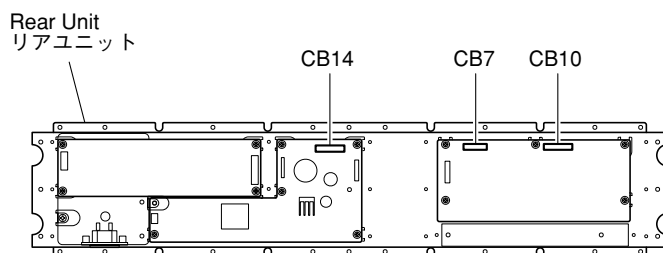

Fig. 3
- Remove CB7, CB10 and CB14. (Fig. 3)
- コネクタ CB7、CB10、CB14を外します。(Fig. 3)